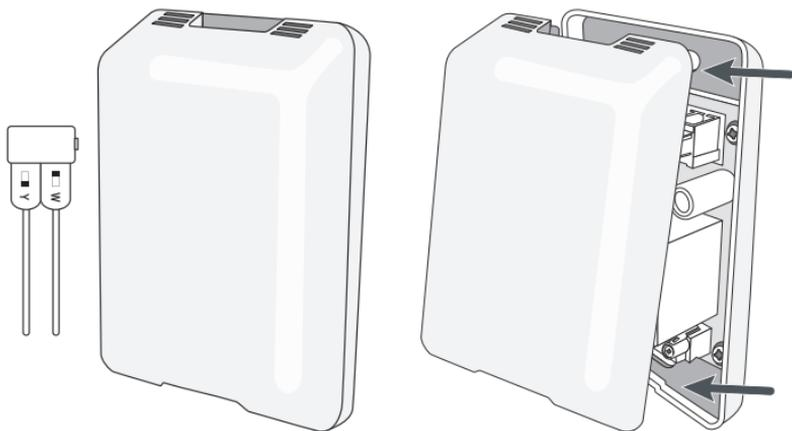

Figure 7 : Wire Extender Kit.
The wire extender kit contains a diode pair and a Printed Circuit Board (PCB) assembly. To open the board, pinch and pull (Fig. 7).
El Adaptador de Wiser se utiliza cuando no hay cables comunes (C) en el tablero de control de HVAC. Si no está seguro de tener el cable HVAC, consulte la fotografía que tomó en el **Paso 3** del procedimiento de instalación de Wiser Air. La fotografía también lo ayudará a determinar si su sistema es de 4 o 5 cables. El Adaptador contiene un par de diodos y una Tarjeta de circuito impreso (PCB por sus siglas en inglés) Para abrir el tablero, tómelo y hále de él (Fig. 7).